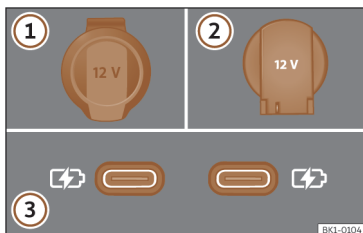

Fig. 161 Tomadas de corrente de 12 Volts do veículo
>>> Fig. 161
Em função do equipamento e do país, o veículo pode dispor também de conectores USB com função **exclusivamente de carga ou tomada de corrente** >>> Fig. 161 ③.